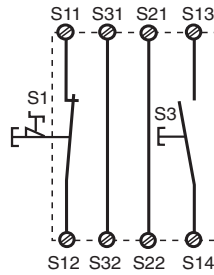

Fig. 3: Eingangskreis einkanalig, manueller Start/Single-channel input circuit, manual reset/Commande par 1 canal, validation manuel
- Fig. 3, 4 und 5, 6: **keine** Verbindung S13-S14
- Fig. 3, 4 and 5, 6: S13-S14 **not** connected
- Fig. 3, 4 et 5, 6: **pas** de câblage sur S13-S14